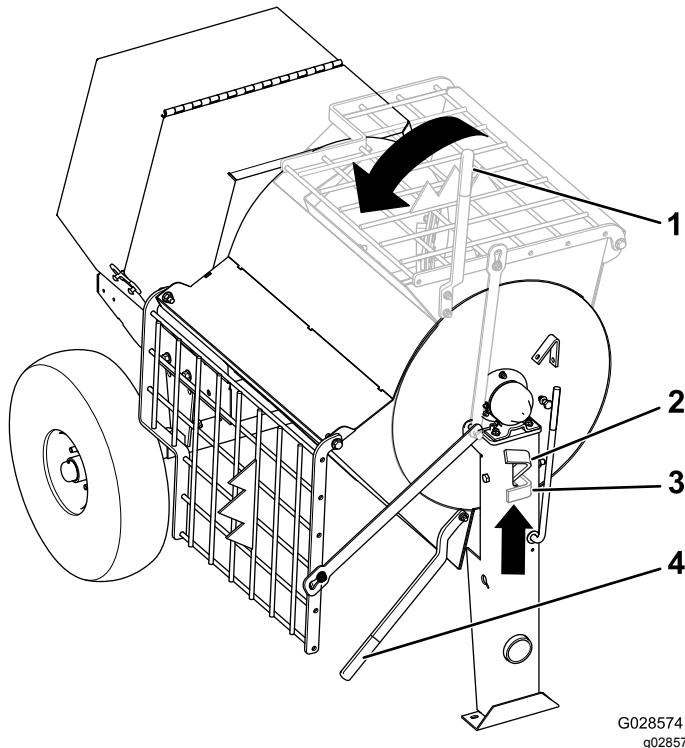

Figura 33
- Sujete la palanca de volteo con la mano izquierda (Figura 33).
- Levante la manija del pestillo del tambor (Figura 33).
- Con ambas manos en la palanca de volteo, gírela en sentido antihorario para descargar el contenido del tambor (Figura 33).
- Gire la palanca de volteo en sentido horario hasta que el pestillo del tambor bloquee el tambor en la posición vertical (Figura 33).